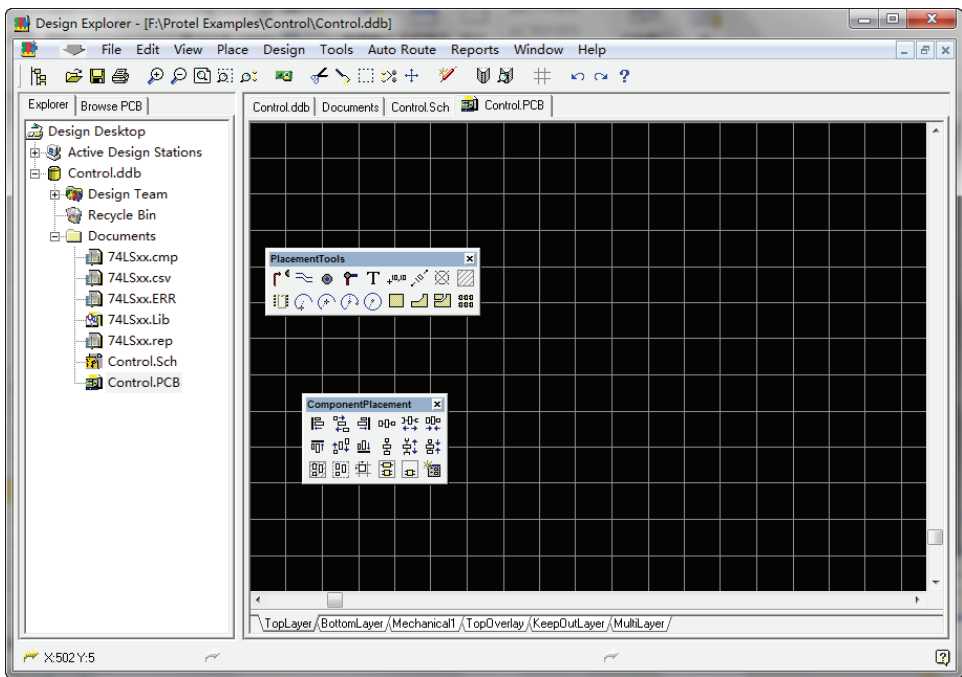

图 5-38 印制电路板编辑器界面
3) 新建立的文件将包含在当前的设计库中，可以在设计管理器中更改文件的文件名。单击此文件，系统将进入印制电路板编辑器，如图 5-38 所示。